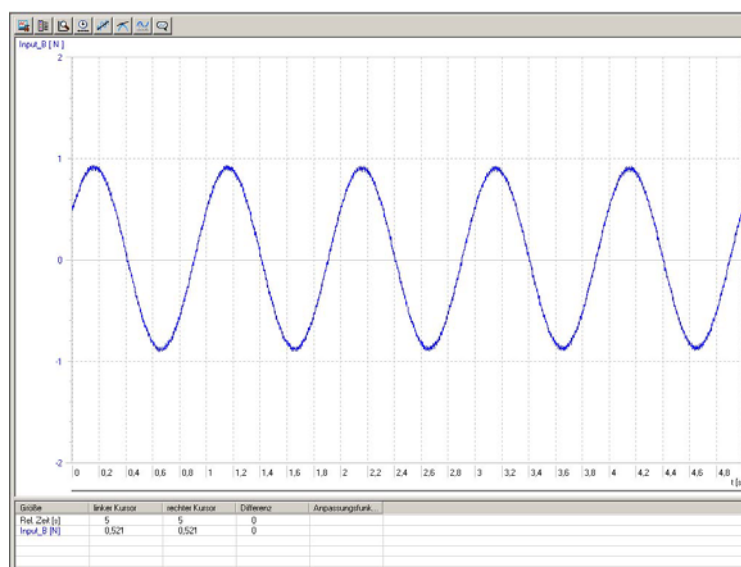

Fig. 2 Representación en la pantalla del 3B NETlab™ (U11310) de una oscilación de masa –muelle levemente amortiguada.
- Se inicia en el 3B NETlab™ el registro de la curva de medida (Fig. 2).